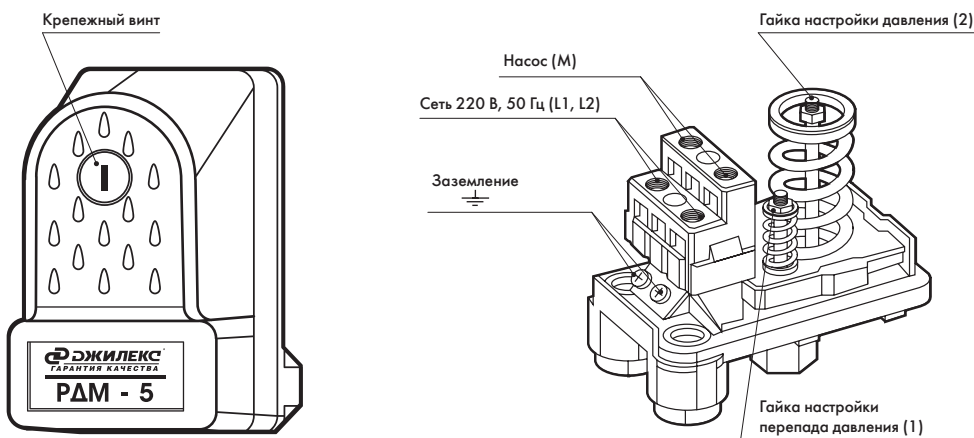

Рисунок 6
- отвинтив крепежный пластмассовый винт (рисунок 6), снять крышку реле.
Регулировка верхнего и нижнего предела давления РДМ-5 осуществляется гайкой (2), фиксирующей положение пружины (рисунок 6). Чтобы увеличить значение верхнего и нижнего предела давления, необходимо закручивать гайку по часовой стрелке.